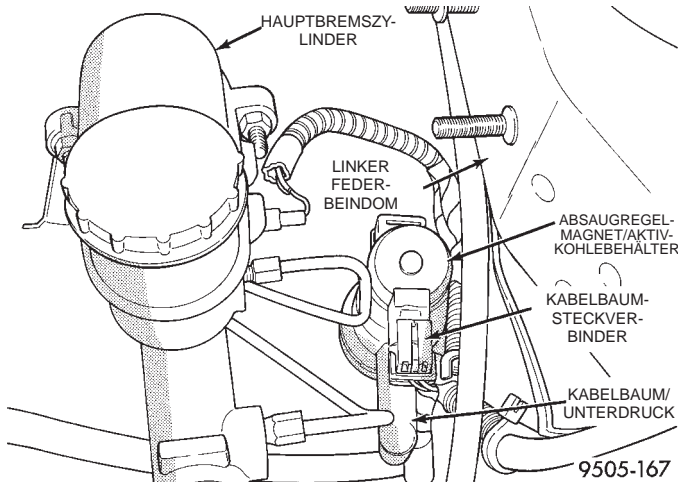

Abb. 91 Absaugregelmagnet/Aktivkohlebehälter
(4) Den Steckverbinder/Unterdruck und den Kabelbaumsteckverbinder vom Absaugregelmagnet/Aktivkohlebehälter abziehen (Abb. 91). Absaugregelmagnet/Aktivkohlebehälter ausbauen.
(9) Das AGR-Ventil (Abb. 91) am Längsträger vorne links anbringen. Befestigungsschraube des AGR-Ventils festziehen.